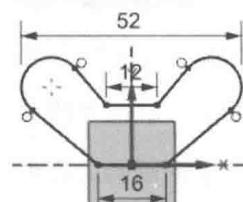
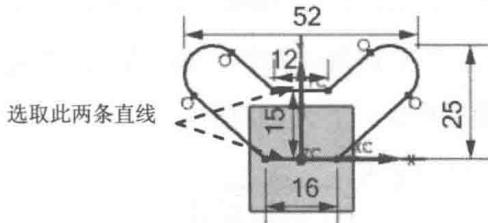
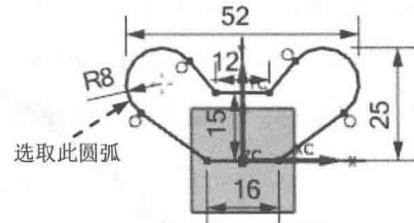

图 1.3.11 标注水平尺寸 2
图 1.3.12 标注竖直尺寸
图 1.3.13 标注圆弧尺寸
Step4. 添加尺寸约束。选择下拉菜单 **插入(⑤)** → **尺寸(④)** → **快速(①)...** 命令，选择图 1.3.10 所示的直线，系统自动生成尺寸，选择合适的放置位置单击，在系统弹出的动态输入框中输入数值 12，结果如图 1.3.10 所示；参照上述步骤标注图 1.3.11 所示的其余的水平尺寸。接着标注直线到直线的距离。选择图 1.3.12 所示的直线，系统生成竖直尺寸，选择合适的放置位置单击，在系统弹出的动态输入框中输入数值 15，结果如图 1.3.12 所示；参照上述步骤标注图 1.3.12 所示的其余的竖直尺寸。选择下拉菜单 **插入(⑤)** → **尺寸(④)** → **快速(①)...** 命令，选择图 1.3.13 所示的圆弧，系统自动生成尺寸，选择合适的放置位置单击，在系统弹出的动态输入框中输入数值 8，结果如图 1.3.13 所示。